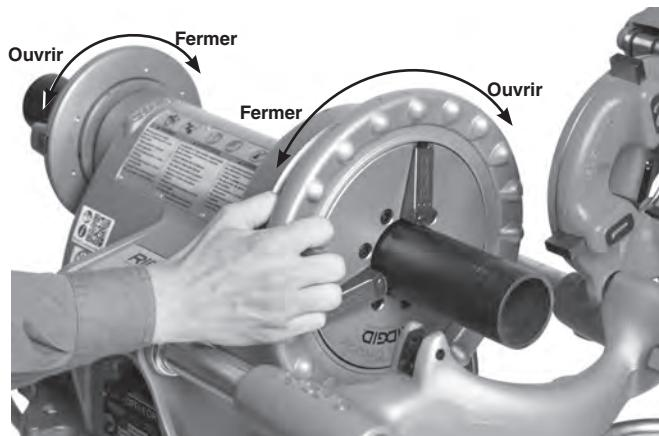

Figure 14 – Mandrinage du tuyau
- Tournez le dispositif de centrage arrière en sens antihoraire (vu depuis l'arrière de l'appareil) pour serrer le tuyau (Figure 14). Assurez-vous que le tuyau est bien centré entre les mors. Ceci améliore le soutien du tuyau et produit de meilleurs résultats.
- Tournez le volant du mandrin avant en sens antihoraire (vu depuis l'avant de l'appareil) pour serrer le tuyau. Assurez-vous que le tuyau est bien centré entre les mors. Appliquez plusieurs coups secs en sens antihoraire au volant pour bien serrer le tuyau dans le mandrin avant (Figure 14).